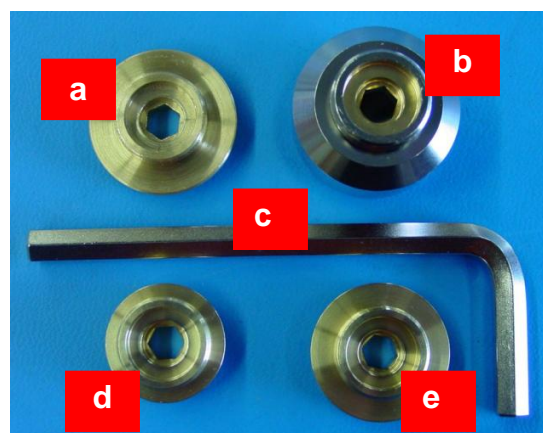

図 3-2. レボルバ用アダプターと六角キー
- 顕微鏡のレボルバ用アダプター 1 セット 4 個組み (図3-2)
- 六角キー(図3-2)